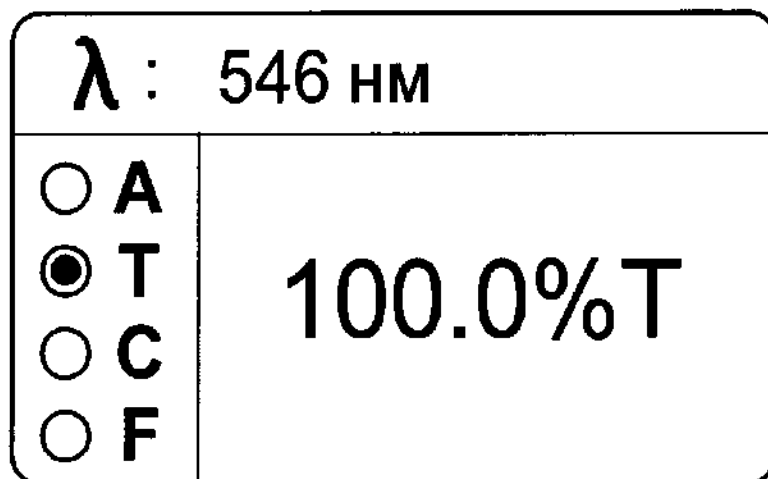

Рисунок 5 – Измерение коэффициента пропускания.
1. Нажимая кнопку выбора режима **РЕЖИМ**, выберите режим работы **T** – измерение коэффициента пропускания (рис. 5).